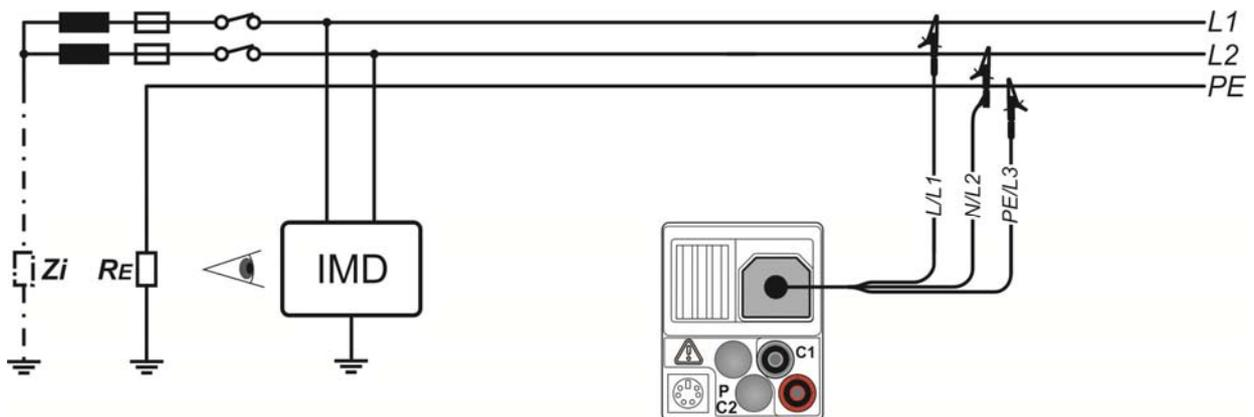

Abbildung 5.58: Anschluss der Dreileiter-Prüfleitung
- Schließen Sie** die Dreileiter-Prüfleitung an das Messgerät und den Prüfling (siehe Abbildung 5.58).